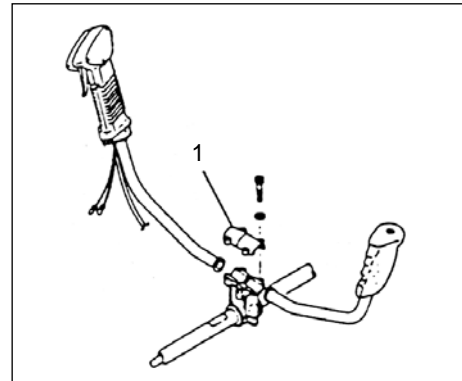

Fig.1-3
Afmonter håndtagsbeslaget (1) fra samlingen (fig.1-3).